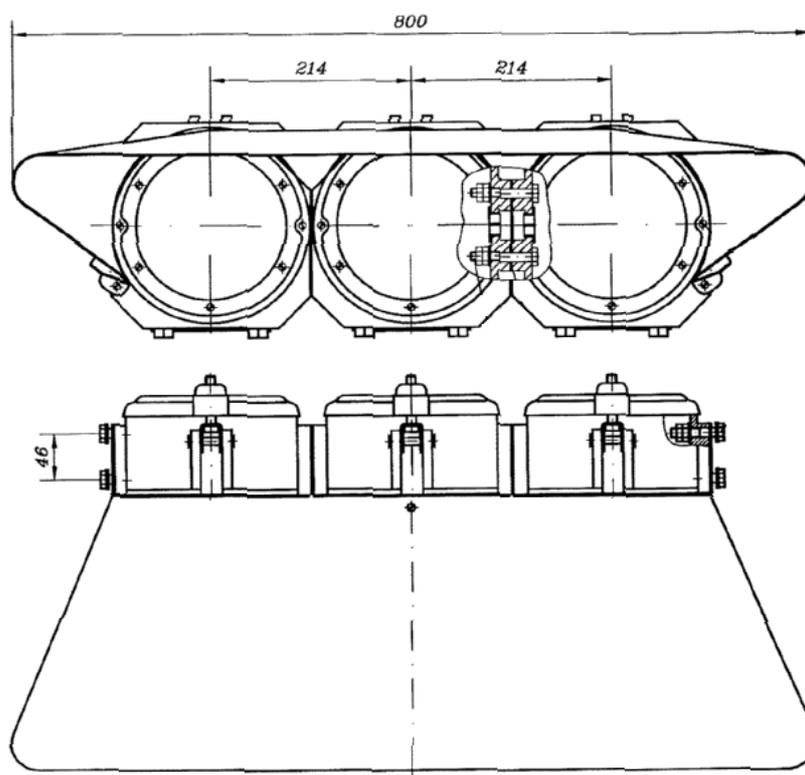

Рис.4. Козырёк указателя скорости (зеленой полосы)
7.5.1. Для замены козырька указателя скорости (зеленой полосы) представленной на рис.4 следует выполнить следующие действия: